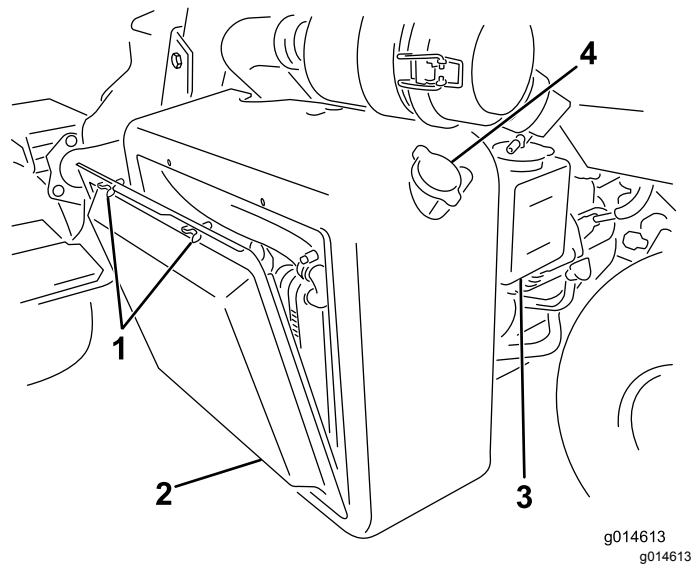
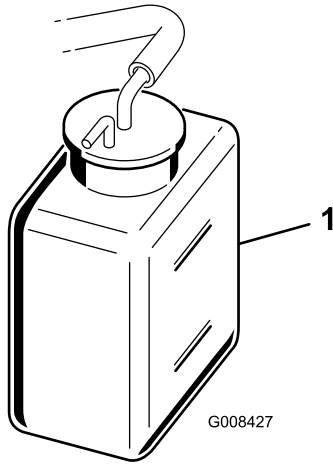

图35
图36
1. 拆下散热器吸风滤网图35。
2. 检查冷却液液位 图35 和 图36。